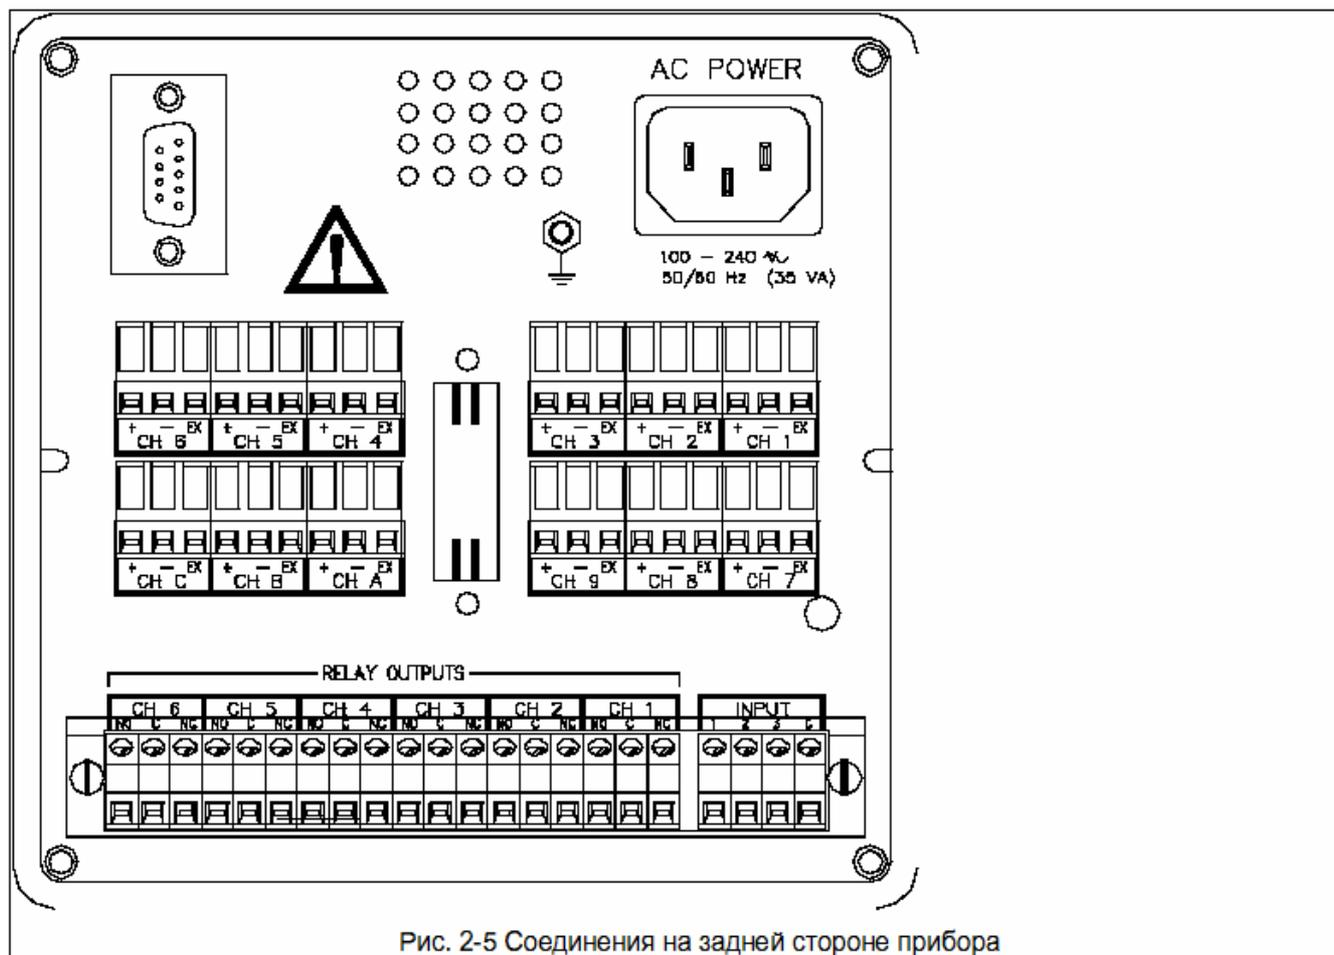

Рис. 2-5 Соединения на задней стороне прибора
2.3.2 Подключение сети. Все подключения к регистратору осуществляются на задней стороне корпуса (Рис. 2-5). Кабели, проводящие опасные напряжения, должны отвечать соответствующим национальным правилам безопасности. Подключение к сети переменного напряжения осуществляется через штепсель.